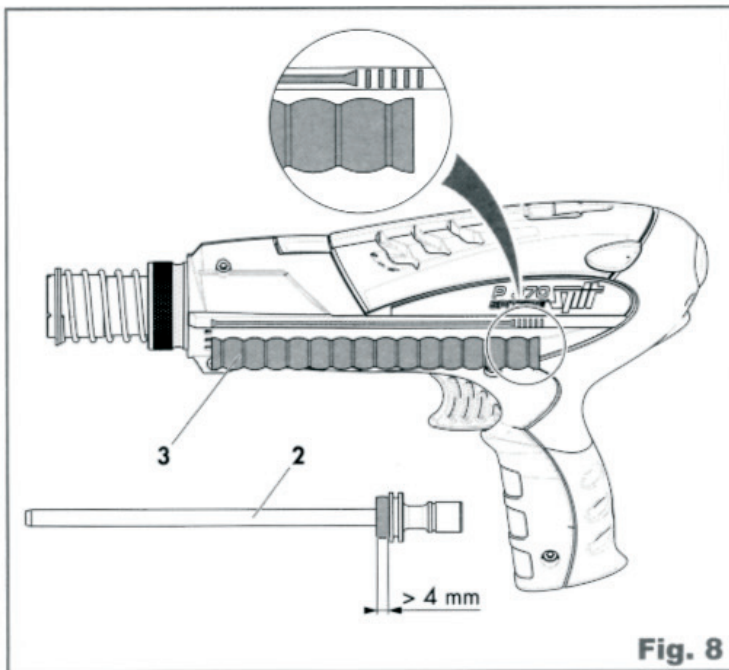

Fig. 8
- Maskinen er udstyret med en gummifjeder (3) (til støbehalsens tilbagefjedring), en støbehals + en isolationsring-enhed (2) (jvf. fig. 8).